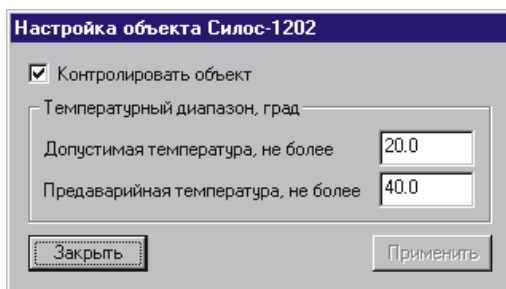

Рис. 9. Окно для установки граничных значений температур.
ностью последующего просмотра и распечатки на принтере. Программное обеспечение написано для операционной системы Windows. Температура в силосах элеватора обозначается цветом и цифрами. Зеленый цвет означает, что максимальная температура в пределах подвески находится в норме, желтый цвет означает, что температура приблизилась к аварийному значению, и красный цвет означает, что температура превысила допустимую границу. Величины этих границ устанавливаются при настройке системы с помощью окна, показанного на Рис. 9. Неиспользуемые силосы индицируются серым цветом. Для установки численных значений нормальной температуры, опасной и аварийной следует выполнить следующие действия:
8. В режиме "Настройка" можно щелкнуть мышкой по номеру силоса, для которого Вы желаете изменить граничные значения температур. В появившемся после этого окне нужно ввести значение допустимой температуры (если текущее значение температуры ниже допустимой, то квадрат с номером силоса будет окрашен зеленым цветом, если выше - то желтым) и значение предаварийной температуры (если температура выше предаварийной, то номер силоса будет на красном фоне). В этом же окне можно отключить от контроля (деактивизировать) или подключить на контроль (активизировать) настраиваемый силос путем удаления или установки "галочки" в окне "Контролировать объект". Если данный силос не нужно контролировать (например, если он пустой), то следует снять флажок с квадрата "Контролировать объект" (Рис. 9). Если флажок не установлен, а температуру контролировать необходимо, то нужно щелкнуть мышкой по этому квадрату, и флажок появится. После выполнения необходимых установок следует нажать кнопку "Применить". Если сделанные изменения не нужно принимать, то нажмите кнопку "Закрыть".